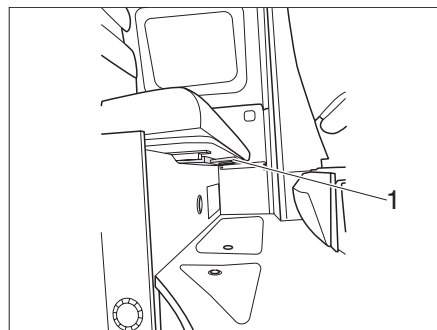

Fig. 39 Ajustar banco de asiento
- ▶ Agarrar la palanca (Fig. 39,1) debajo del asiento y tirar hacia adelante.
- ▶ Volver a soltar la palanca (Fig. 39,1) .